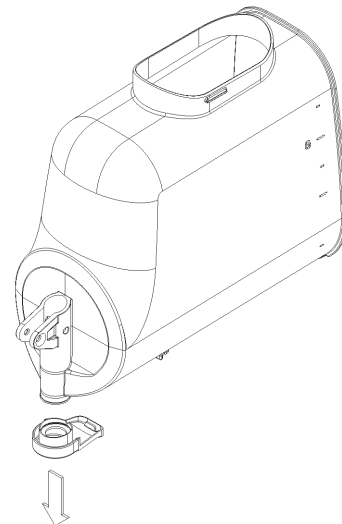

Bild 12
- Den Durchflussbegrenzer des Behälters entfernen (Bild 12);
7 Den Durchflussbegrenzer des Behälters entfernen (Bild 12).
3 Den Zapfhahn gegenteilig zum Ausbau in (Bild 12) wieder am Behälter montieren.
5 Den Durchflussbegrenzer des Behälters entfernen (Bild 12).